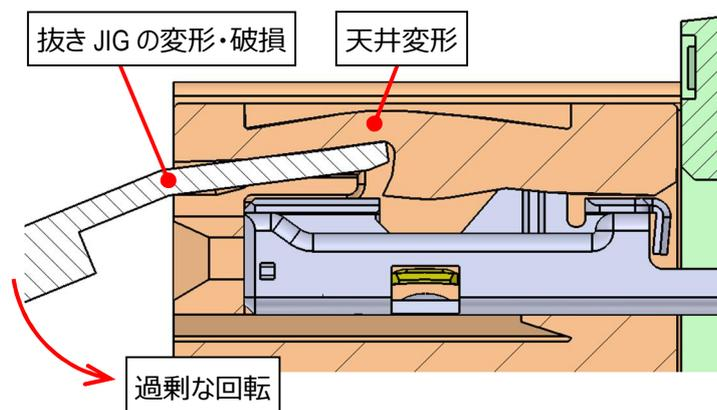
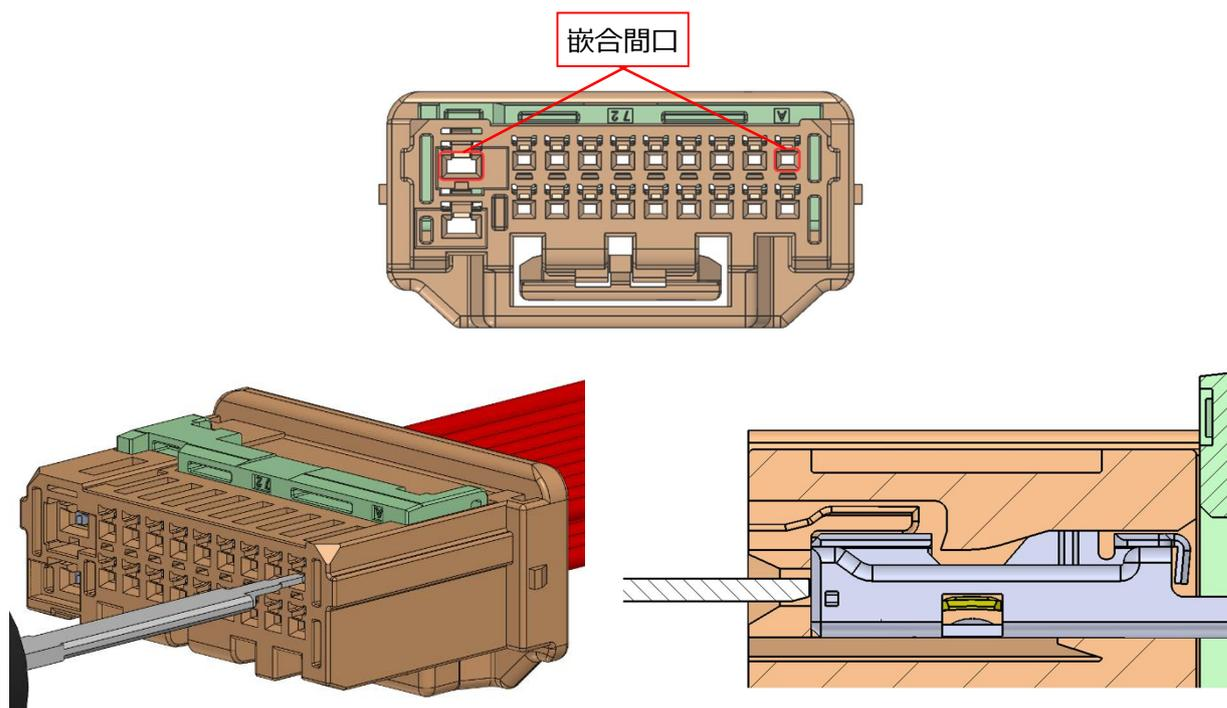

図 36. 天井変形、抜き JIG の変形・破損
図 37. 抜き JIG 誤挿入
- ②ランスが天井に当たった後に抜き JIG を過剰に回転させると抜き JIG を外した後も天井が変形したままになることや、抜き JIG の変形・破損の恐れがあるので、取り扱いには十分注意して下さい。(図 36 参照)
- ③端子・ハウジングに破損・変形が発生した場合は再使用せず、新品と交換して使用して下さい。
- ④端子抜き JIG は正規のものを使用し、指定 JIG 以外は使用しないで下さい。
- ⑤端子抜き JIG は嵌合間口に挿入しないで下さい。(図 37 参照)